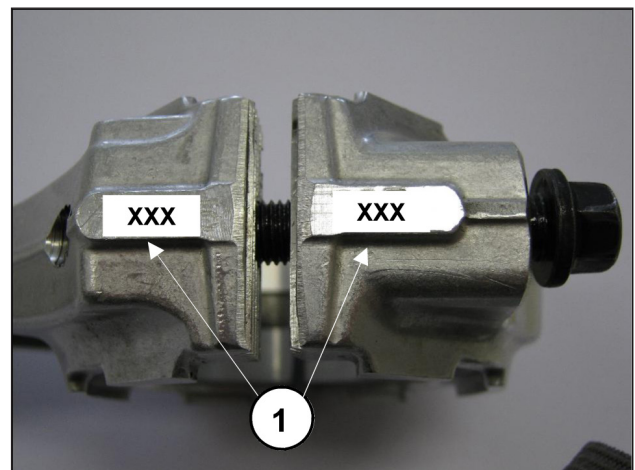

Abb. 9
- Paaren Sie die Pleuedeckel unter Berücksichtigung der Nummerierung mit den zugehörigen Schäften (Abb. 9, Pos. ①).